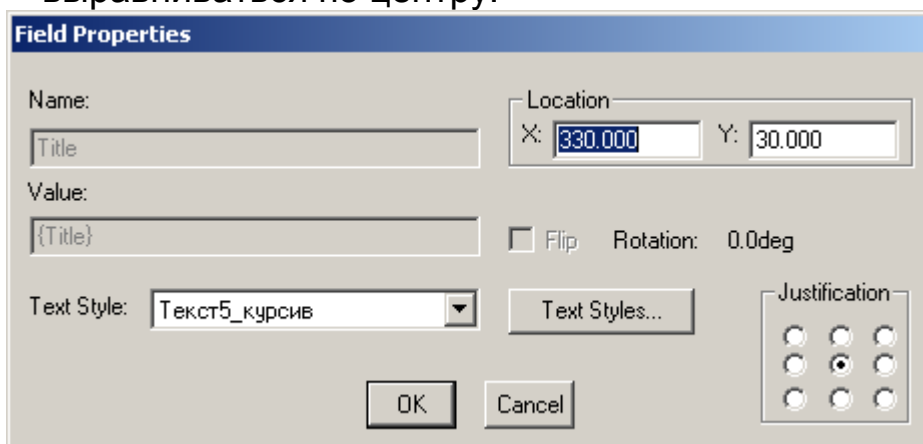

Рис. 8 Задание свойств поля
4.8 Поле **{Title}** необходимо выровнять по центру. Для этого щелкните два раза по этому полю. Перед вами появится окно редактирования свойств поля (рис. 8). В поле **Justification** (выравнивание) установите точку посередине. Теперь независимо от введенной надписи она будет выравниваться по центру.